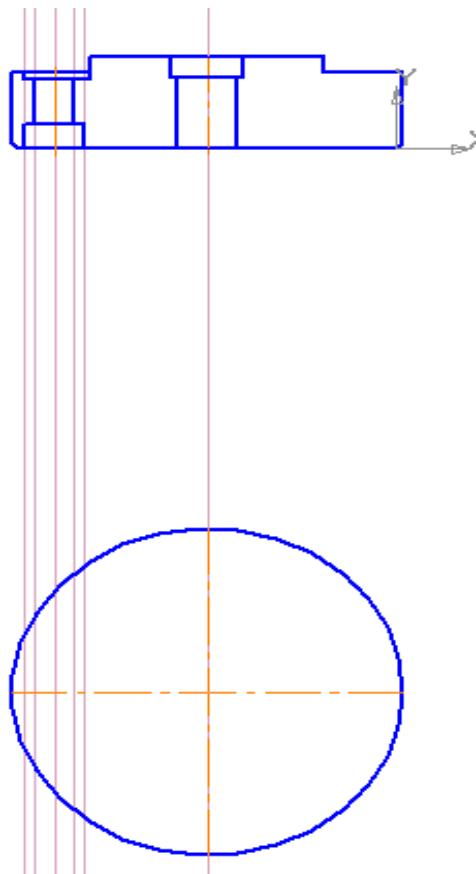

Рис. 15
- По вспомогательной оси координат *Y*, которую начертили в пункте 1, создайте окружность *с диаметром 64*: кнопка *Окружность* на панели *Геометрия* (рис. 15). Так же нажмите на кнопку *С осями* на *Панели свойств*.